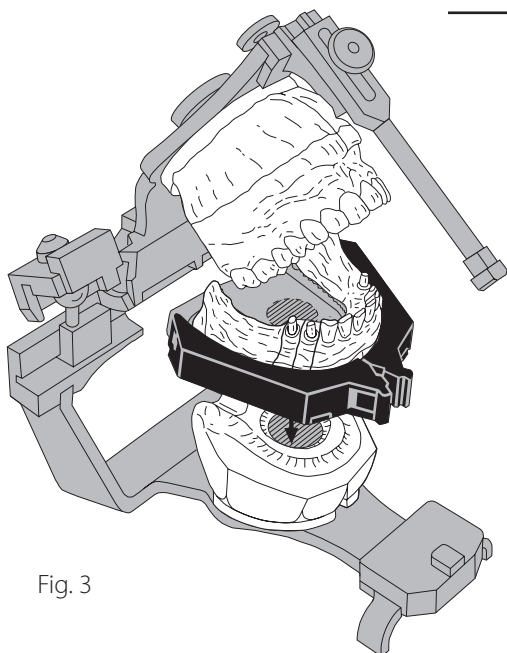

Fig. 3
4. Remover o molde do articulador. Destacar o espaçador pré-fabricado (fig. 3).